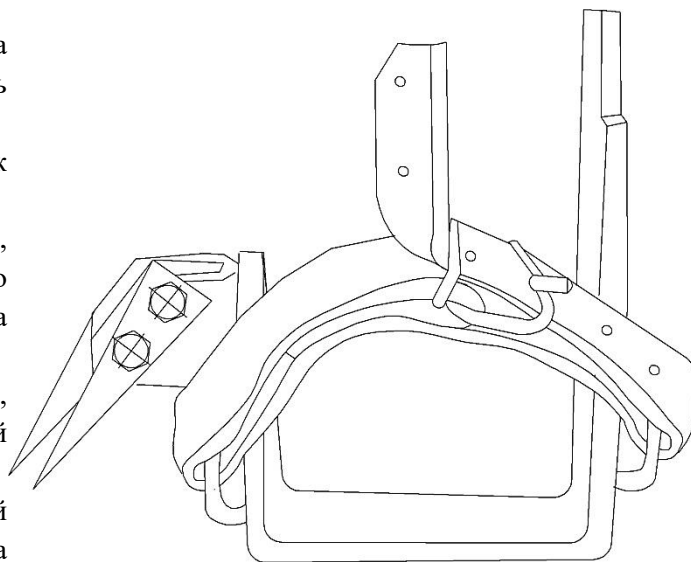

Рис. 6
- свисающий конец ремня зафиксировать: провести через тренчик, затем перегнуть через тренчик, и заправить под ремень, выставив свободный конец со стороны большой вертикальной планки – стороны, противоположной рабочей зоне (рис. 6).